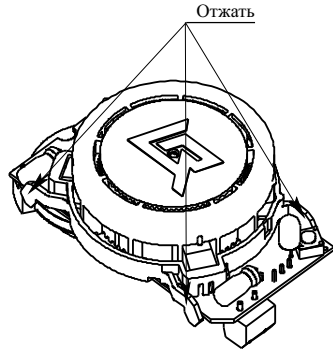

Рисунок 1 – Место расположения замков на дымовой камере
- отжать замки на дымовой камере (рисунок 1) и снять ее;